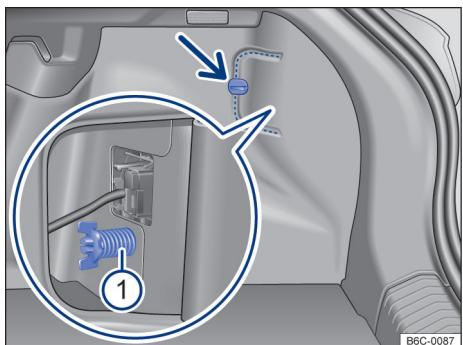
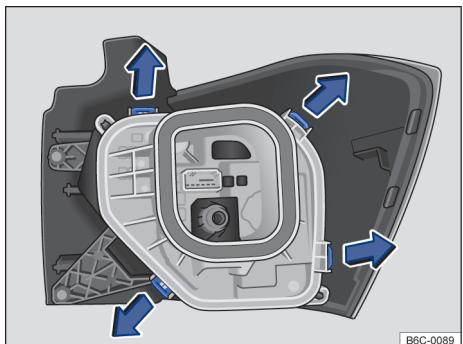

Fig. 133 No compartimento de bagagem: desinstalar cobertura e retirar o parafuso borboleta ① (lupa).
Fig. 134 Lanterna traseira: desinstalar o suporte das lâmpadas
- ⑥ Puxar cuidadosamente a lanterna traseira para fora, para desencaixá-la da carroceria → ①.
- ⑦ Desencaixar o conector de alimentação das lâmpadas da lanterna, para remover totalmente a lanterna.
- ⑧ Colocar a lanterna traseira sobre uma superfície limpa e lisa.
- ⑨ Para destravar o suporte das lâmpadas, pressionar cada lingueta de travamento → Fig. 134 no sentido das setas.
- ⑩ Remover o suporte das lâmpadas cuidadosamente.
- ⑪ Para remover as lâmpadas incandescentes queimadas pressionar a lâmpada contra o alojamento e girar no sentido anti-horário.
- ⑫ Substituir a lâmpada incandescente queimada por uma lâmpada incandescente nova do mesmo modelo.
- ⑬ Para inserir as novas lâmpadas no suporte das lâmpadas, introduza a nova lâmpada no respectivo alojamento. Pressionar a lâmpada e girar no sentido horário até o batente.
- ⑭ Certificar-se de que as lâmpadas estão corretamente fixadas no suporte das lâmpadas.
- ⑮ Instalar o suporte das lâmpadas na lanterna traseira. As linguetas de travamento → Fig. 134 devem encaixar de forma audível.
- ⑯ Colocar o conector de alimentação na lanterna.
- ⑰ Encaixar a lanterna traseira cuidadosamente no alojamento da carroceria.
- ⑱ Segurar a lanterna traseira na posição de montagem com uma das mãos e aparafusar com a outra o parafuso borboleta → Fig. 133 ①.
- ⑲ Recolocar a cobertura da lanterna em sua posição e girar a trava para fechar.
- ⑳ Fehcar a tampa traseira → Página 76.